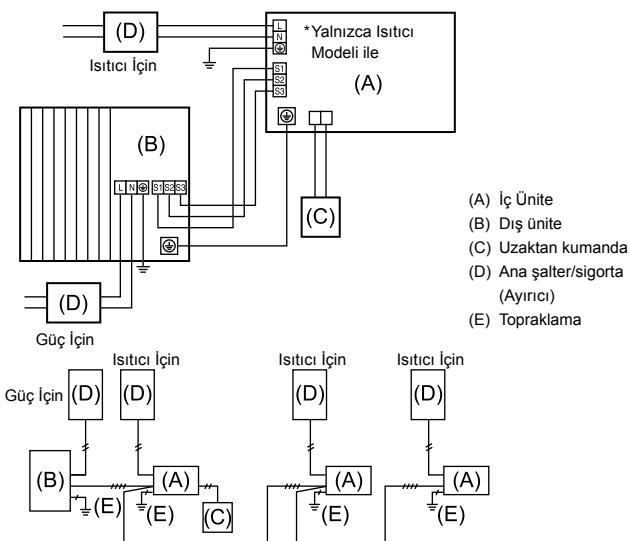
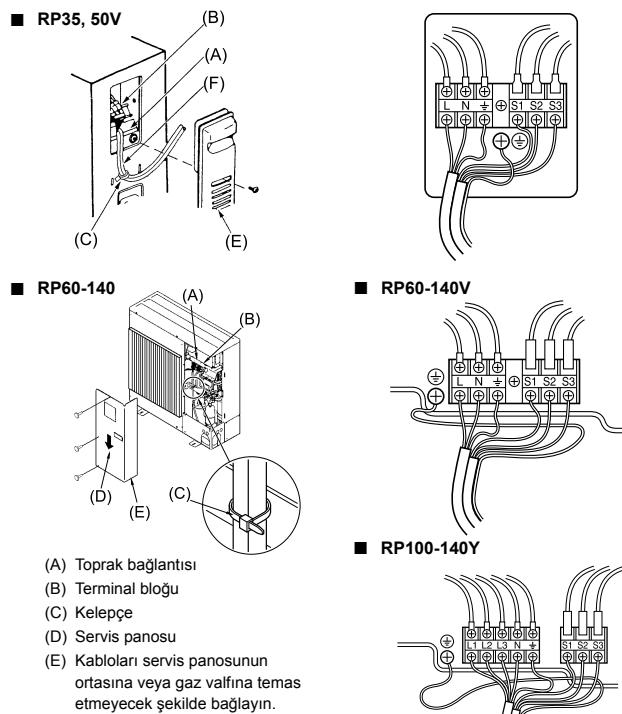

Fig. 6-1
Fig. 6-2
### 6.1. Dış ünite (Fig. 6-1, Fig. 6-2)
- (1) Servis panelini sökünen.
(2) Fig. 6-1 ve Fig. 6-2'ye bakarak kabloları bağlayın.